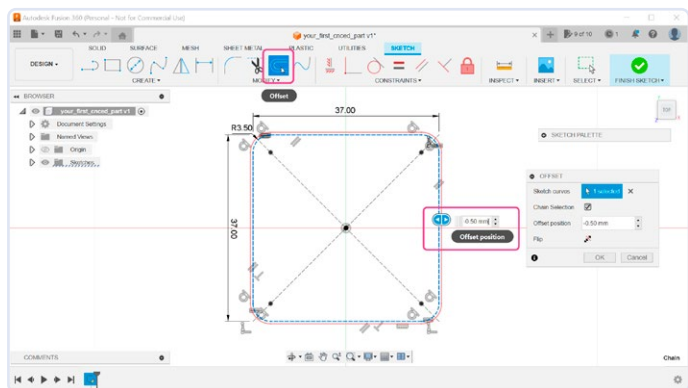

Figure 5. Agrandissement du boîtier pour obtenir un placement plus facile de la carte de l'encodeur.
- Nous devons agrandir légèrement le rectangle arrondi pour s'assurer que le circuit imprimé se positionne facilement (**figure 5**). Dans la barre d'outils, sélectionnez l'outil **Offset** et entrez la valeur de -0,5 mm.